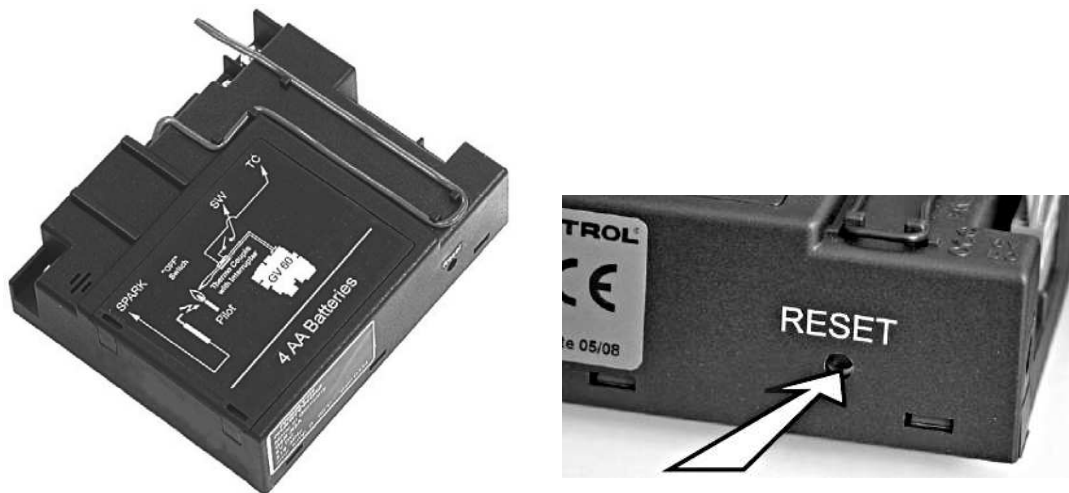

Abbildung 3: Empfänger "RESET" taste
- Drücken Sie die **“RESET”** Taste auf dem Empfänger und halten Sie diese gedrückt, bis zwei 2 Signaltöne ertönen. Siehe Abbildung 3. Lassen Sie die **“RESET”** Taste nach dem zweiten (etwas längeren) Signalton wieder los.